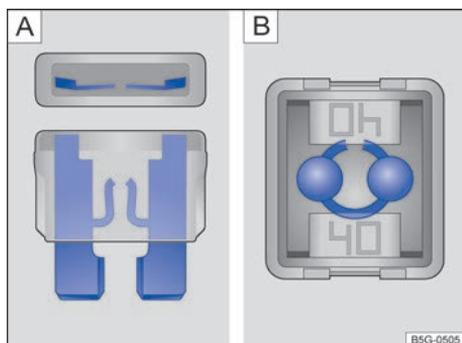

Fig. 184 Fusible fundido: A Fusible enchufable plano. B Fusible tipo bloque.
- Un *fusible enchufable plano* (ATO®, MINI®) fundido se reconoce por la tira de metal quemada visible desde arriba y desde los laterales a través de la carcasa transparente → fig. 184 A.
- Un *fusible tipo bloque* (JCASE®) fundido se reconoce por la tira de metal quemada visible desde arriba a través de la carcasa transparente → fig. 184 B.